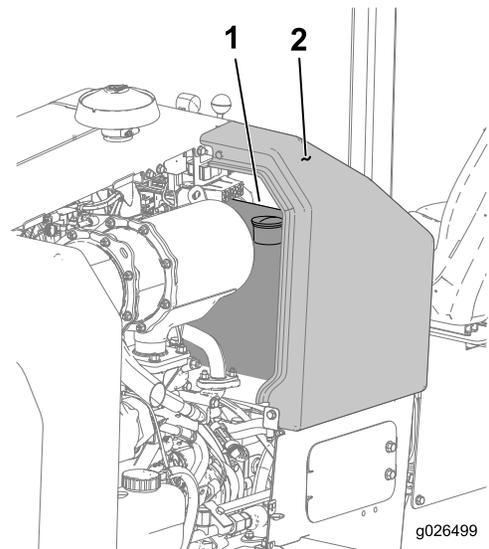

Figura 38
2. Retire el panel superior izquierdo de la consola (Figura 38).